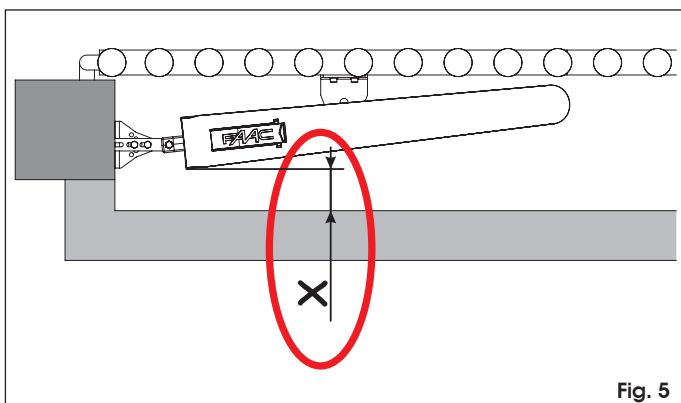

Fig. 5
**⚠ Une fois l'opérateur installé, vérifier que la cote « X » de la Fig. 5 soit supérieure à 500mm. Si la cote est inférieure à 500mm, réaliser un essai d'impact d'après la norme UNI EN 12445 et vérifier que les valeurs relevées soient conformes à la norme UNI EN 12453. Si les valeurs relevées ne correspondent pas aux prescriptions de la norme, il est NÉCESSAIRE de protéger la zone avec un dispositif de protection conforme à la norme UNI EN 12978.**